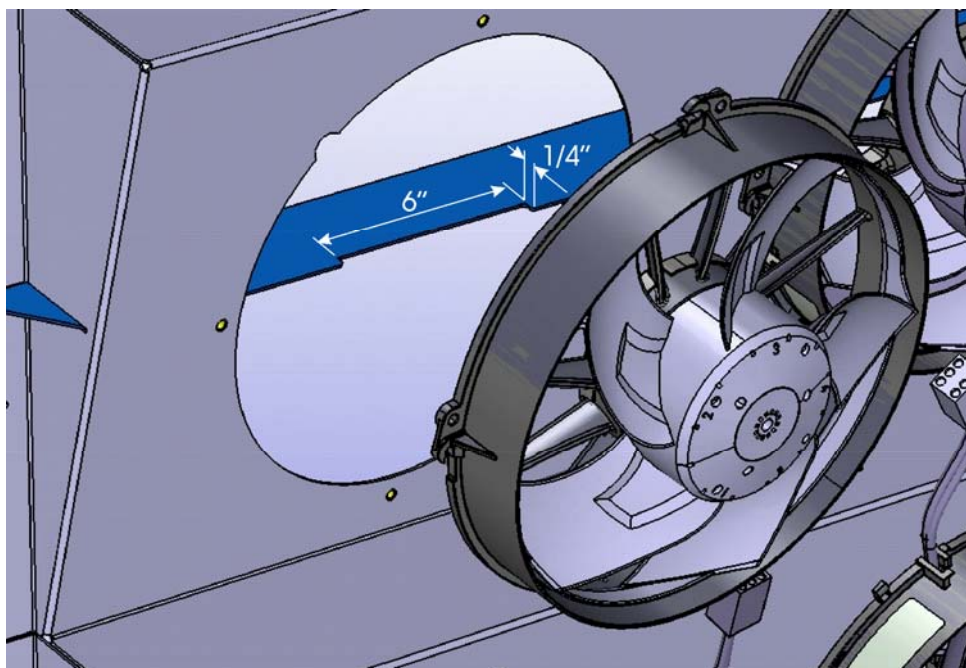

FIGURE 1 : DÉGAGEMENT NÉCESSAIRE – VÉHICULES DE SÉRIE H3 SEULEMENT
1. Pour les véhicule de **série H3 seulement**, il sera nécessaire d'agrandir le dégagement du déflecteur selon les dimensions de la figure 1.